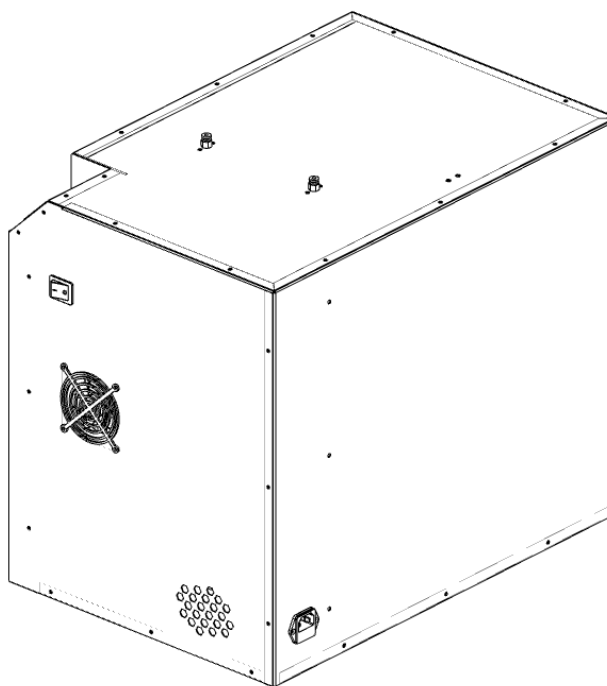

Рисунок 5
4. Подключите кабель питания к разъему (см. рисунок 5);